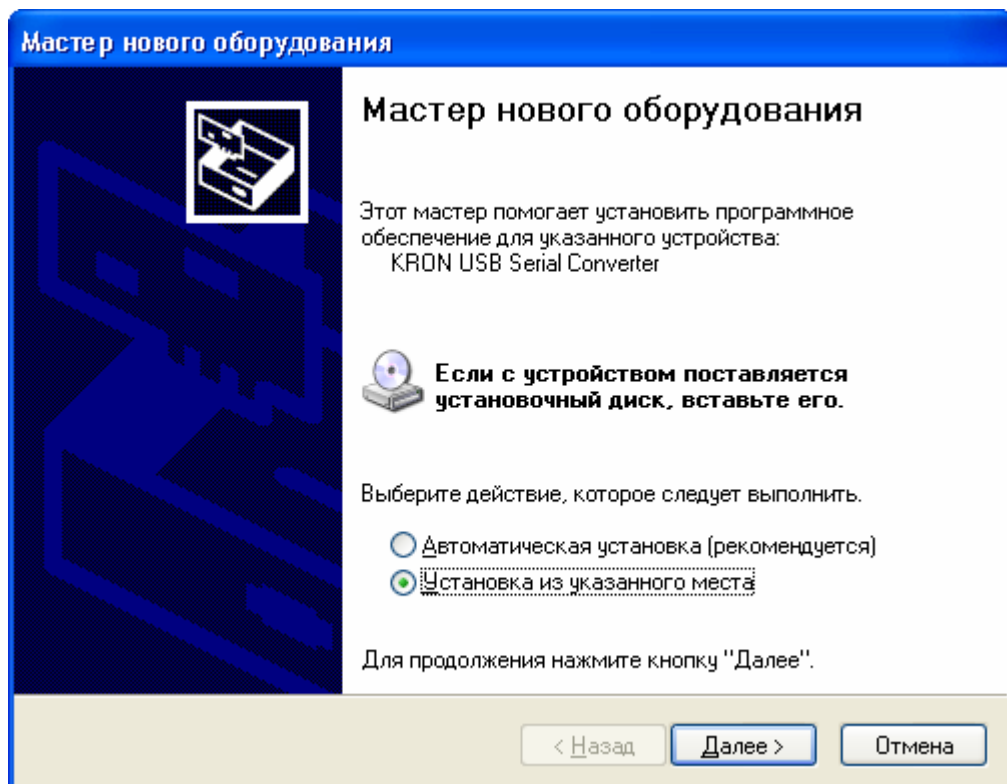

Рис.5. Внешний вид мастера установки нового оборудования.
- 3.2. Дождитесь запуска "Мастера нового оборудования" рис.5. Время ожидания зависит от скорости работы вашего компьютера и может достигать до 5 минут.